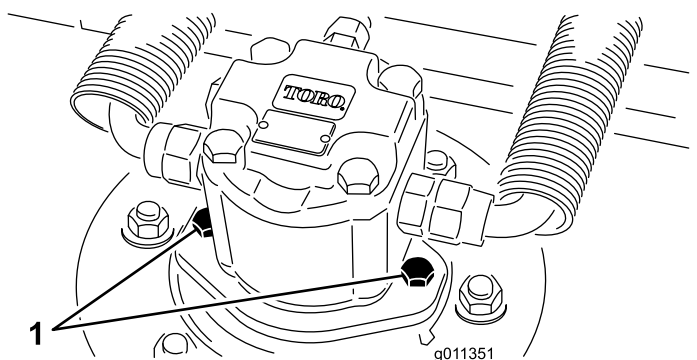

Figure 78
2. Débranchez et déposez le moteur hydraulique du plateau de coupe (Figure 78). Couvrez le dessus de l'axe pour éviter toute contamination.
4. Montez le moteur hydraulique sur le plateau de coupe (Figure 78). Vérifiez que le joint torique est en place et en bon état.